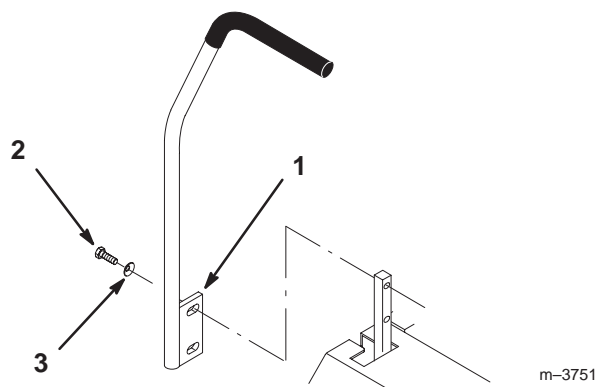

Abbildung 3
1. Die (4) 3/8–16 x 1" (26 mm) Schrauben und (4) 3/8" Federscheiben entfernen, mit denen die Bedienungshebel zum Versand an den Steuerarmschäften befestigt wurden (Abb. 3).
2. Die Hebel (mit der Montageplatte nach hinten) auf der Außenseite des Steuerarmschafts positionieren und mit (4) 3/8–16 x 1" (26 mm) Schrauben und (4) 3/8" Federscheiben befestigen (Abb. 3).
4. Die vordere/hintere Position der Hebel in Neutralposition aufeinander ausrichten. Die Hebel vor- bzw. zurückschieben/kippen, bis sie in einer Linie liegen (Abb. 3).